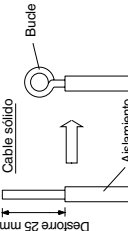

Fig. 3-25
(1) Corte el extremo del cable con alicates de corte y quite el aislante para exponer el cable unos 25 mm. (Fig. 3-25)